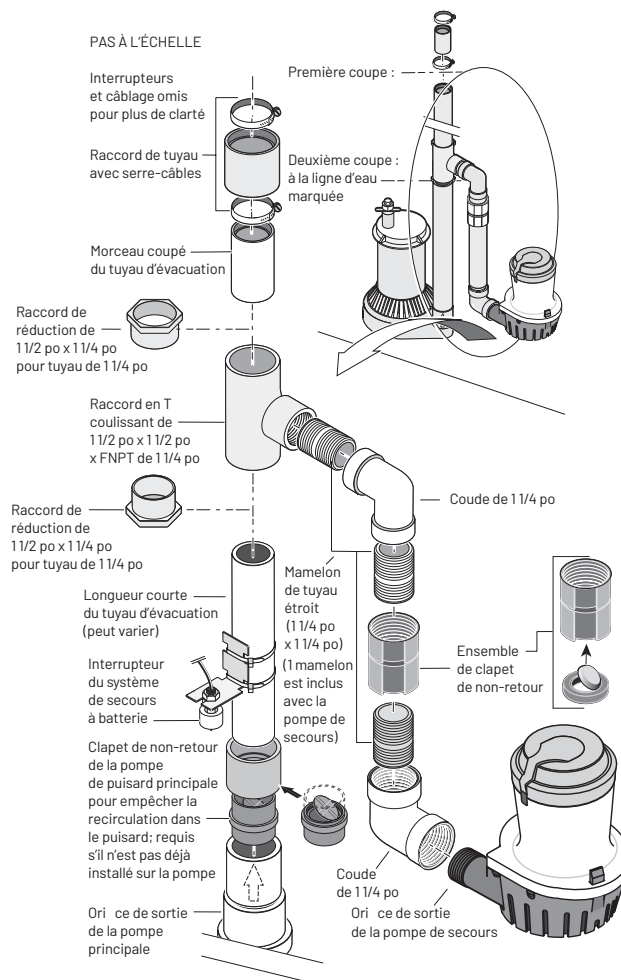

FIGURE 3 : INSTALLATION - MÉTHODE A
**REMARQUE :** Assurez-vous que le clapet de non-retour est installé dans le bon sens. Consultez le plan détaillé de la figure 3.